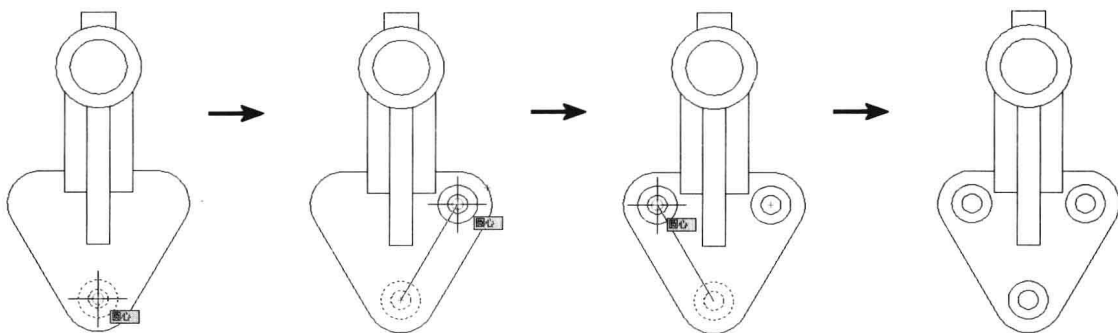

图 4-4-3
(2) 选择要复制的对象支架底部同心圆, 并按 Enter 键。
(3) 命令行提示“指定基点或 [位移(D)/模式(O)] <位移>”, 捕捉并单击同心圆的圆心以确定基点的位置。
(4) 命令行提示“指定第二个点或 <使用第一个点作为位移>”, 移动十字光标, 十字光标与基点之间有一条连线, 捕捉并单击图形中右侧圆角的圆心, 所选对象根据基点到第二点的距离和方向复制对象; 捕捉并单击左侧圆角的圆心为基点, 创建第二个复制品, 按 Enter 键, 如图 4-4-3 所示。